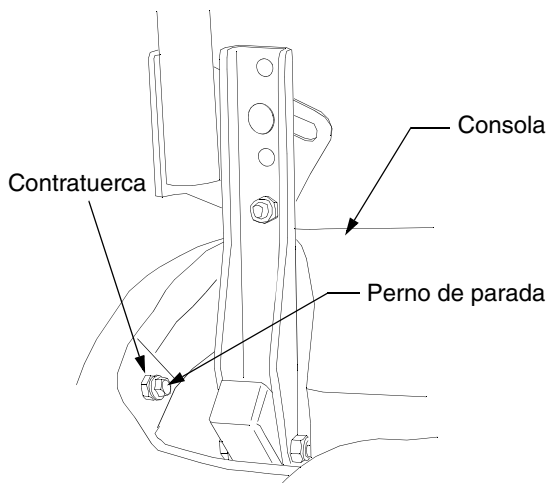

Figura 32
- Ubique el perno de parada aplicable en la consola izquierda o derecha. Vea Figura 32.